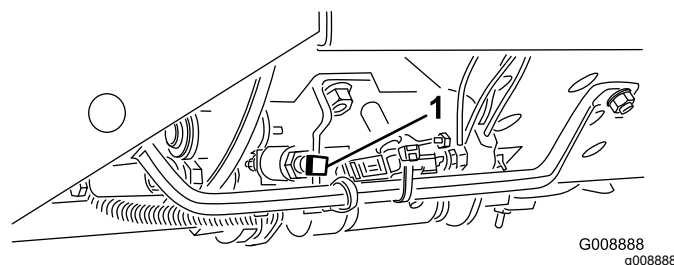

Рисунок 22
**Внимание:** Скорость скашивания устанавливается на заводе-изготовителе и составляет 9,7 км/ч. Скорость скашивания можно увеличить или уменьшить, регулируя стопорный винт скорости (Рисунок 22).